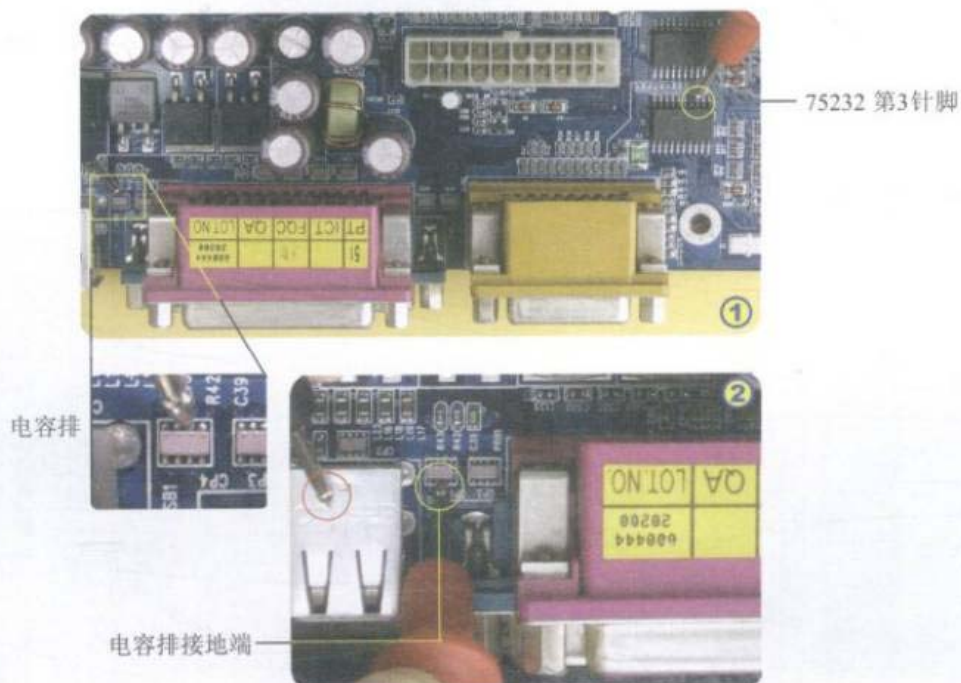

图5-41 测量电容排
**Step 04** 测量串口电路中连接的电容排，如图5-41所示。